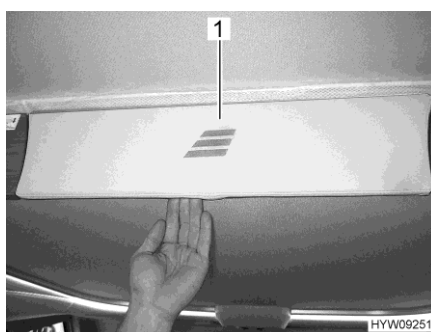

Fig. 98 Cache (lit escamotable)
- Tirer le cache (Fig. 98,1) pour déverrouiller le lit escamotable.